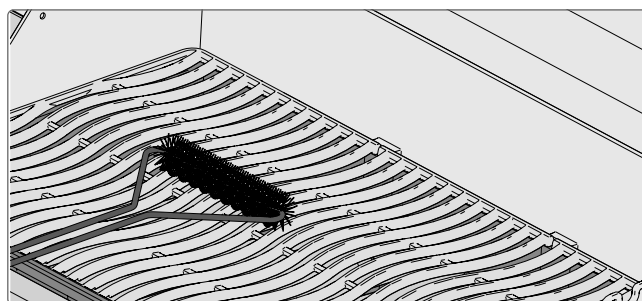

Рис. 18
- Чтобы очистить решетку, разогрейте ее и удалите остатки пищи с помощью проволочной щетки (Рис. 18, 19, 20).